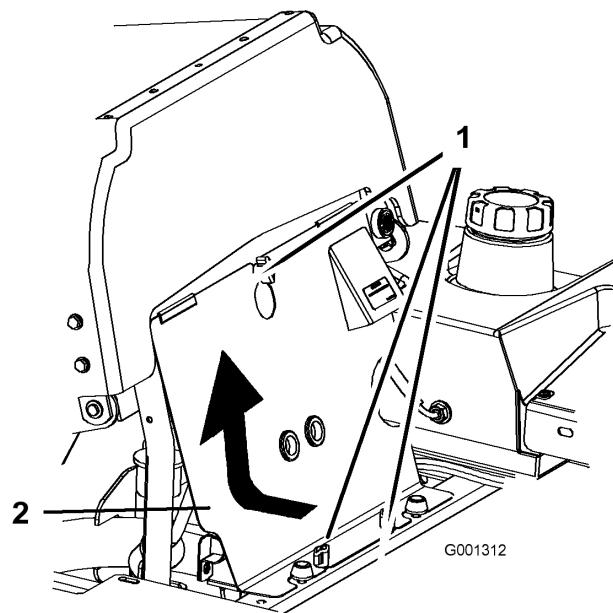

Figura 56
3. Afloje los cierres del panel delantero del motor y retire el panel (Figura 56).